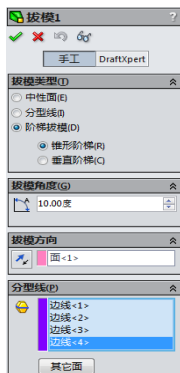

图 3-123 “拔模”属性管理器
**02** 执行拔模命令。在菜单栏中选择“插入”→“特征”→“拔模”命令，或者单击“特征”工具栏中的“拔模”图标按钮，此时系统弹出如图 3-123 所示的“拔模”属性管理器。